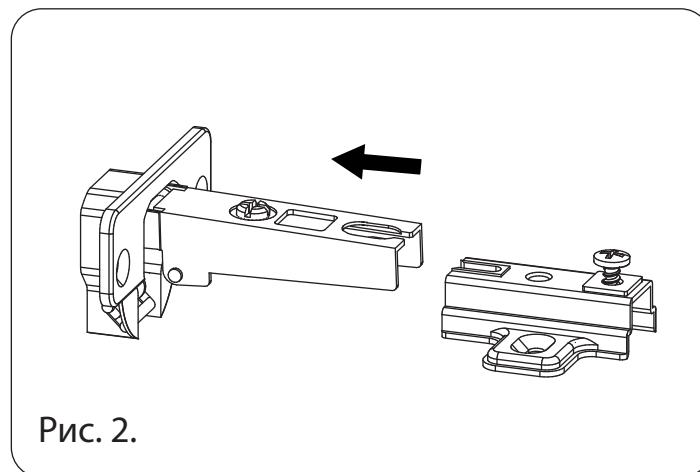

Рис. 2.
2. Снять составные части петли (см. рис. 2).